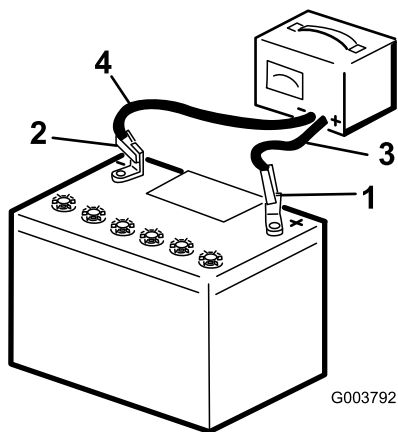

Figure 82
3. Connectez le câble positif du chargeur de batterie à la borne positive de la batterie (Figure 82).
4. Branchez le câble négatif du chargeur de batterie à la borne négative de la batterie (Figure 82).
6. Quand la batterie est chargée au maximum, débranchez le chargeur de la source électrique, puis débranchez les fils du chargeur des bornes de la batterie (Figure 82).